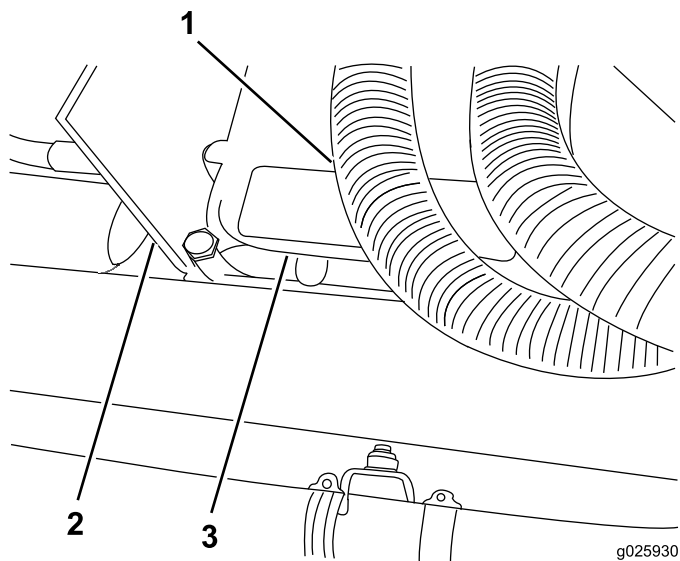

Figura 19
2. **En el modelo 1750**, conecte el arnés de cables al controlador electrónico, enrutando el arnés de cables por debajo de la cubierta (Figura 19).